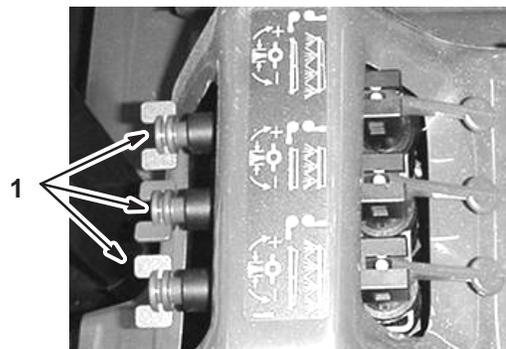

Bild 23
12. Verstellen Sie das Sicherheitsventil des Spritzgestänges (Bild 23) für das abgestellte Spritzgestänge so lange, bis der auf dem Manometer angezeigte Druckwert dem in Schritt 10 angezeigtem Wert entspricht.